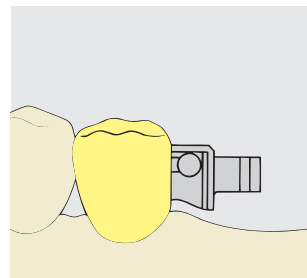

Fig. 5
La hembra puede acortarse máx. 1.5mm por basal para adaptarla al perfil de la encía. Para ello la hembra deberá descansar sobre la esfera (A), a fin de poder realizar la adaptación individual de la distancia respecto a la encía (B) (Fig. 5). A continuación, se orienta la hembra mediante la varilla de orientación (080363), respetando el eje de inserción previamente determinado. Se incluye directamente por polimerización en la silla de la prótesis, o bien se fija a la estructura del esquelético por soldadura.